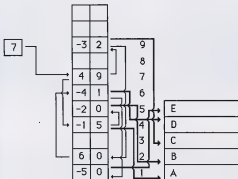

Fig. 1.1.3.3
5.4.1. Il a semblé nécessaire à certains de développer le croquis de la figure 1.1.3.3 :
- en 5, élément atomique d'ordre 2 sans suivant (0).
- en 2, nouvel élément liste commençant en 6 sans suivant (0).